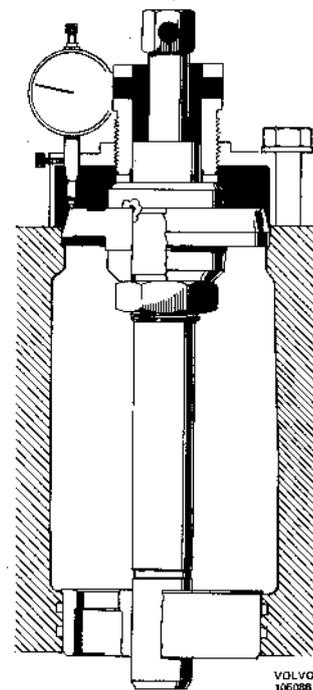

Fig. 37. Outil pour la remise à neuf des logements de chemises.
3. Adapter un comparateur comme indiqué par la figure 37. Visser vers le bas la douille d'alimentation de manière à la presser légèrement sur la fraise et mettre le comparateur à 0.